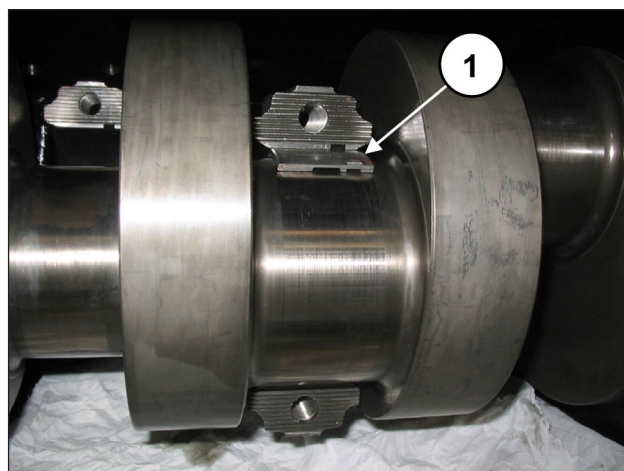

Fig. 59
Inserire i semicuscinetti superiori tra le bielle e l'albero (pos. ①, Fig. 59).